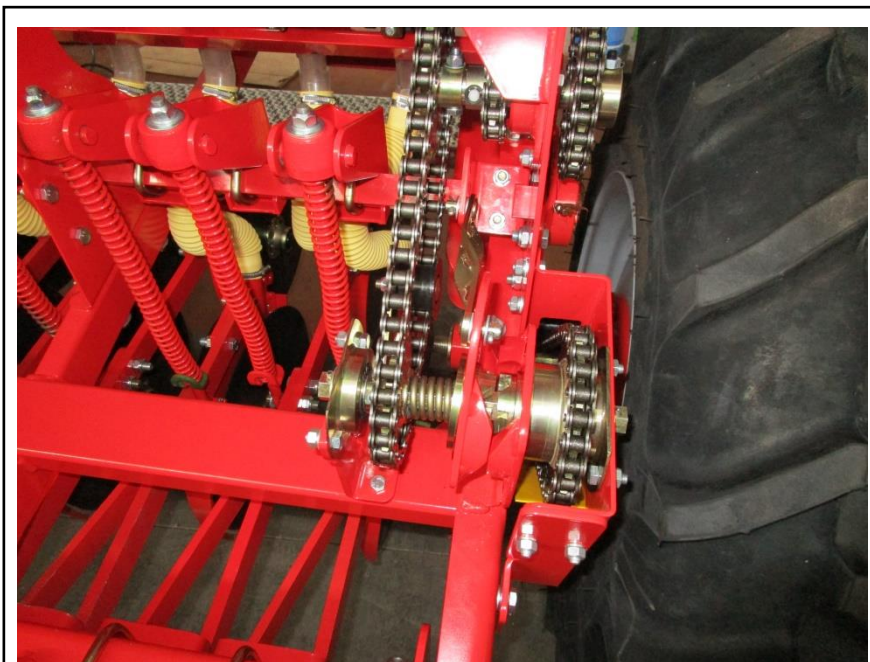

Рисунок 16.1
- 1) Снять верхнее ограждение 1 (рис. 16.1) вариатора. Для этого необходимо выкрутить два болта 2 (M8x70).